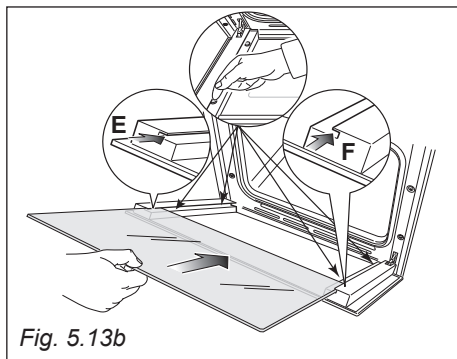
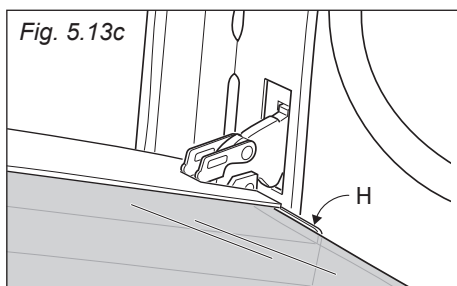

Fig. 5.13b
Fig. 5.13c
IMPORTANTE: È consigliabile, durante l'inserimento del vetro, tenere premuti in posizione i 4 distanziatori "D", mediante un dito, al fine di evitare la rottura o lo sfilamento dei distanziatori stessi (fig. 5.13b).
- Inserire il vetro nelle guide "E" ed "F" (fig. 5.13b) e farlo scorrere dolcemente fino ai fermi "H" (fig. 5.13c).